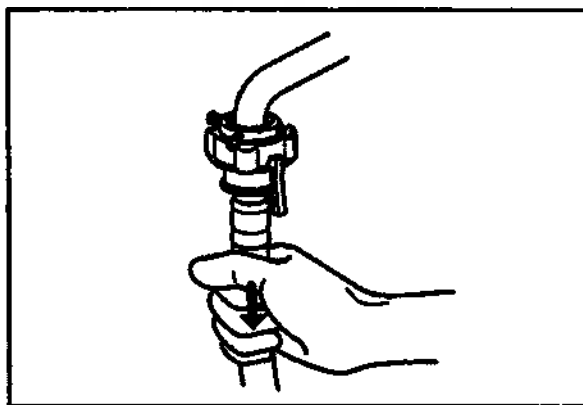

Рис. 3.8
7. Убедившись, что произошло сцепление запорного рычажка, потяните за шланг вниз для проверки надёжности соединения (см. рис. 3.8).